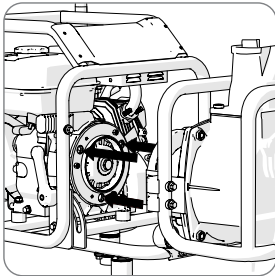
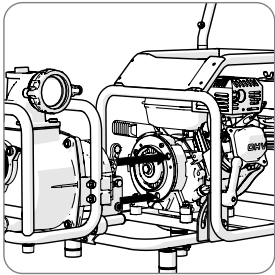
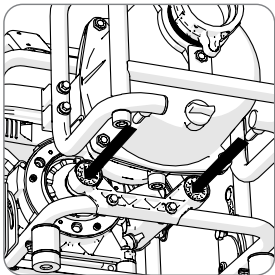

Fig 1a (vista izquierda de los 3 pasadores de posicionamiento)
Fig 1b (vista derecha de los 3 pasadores de posicionamiento)
Fig 1c (vista de los dos pasadores de estabilización traseros)
- Agarre el accesorio por su bastidor externo y llévalo hasta el motor. Alinee visualmente los 3 pasadores de posicionamiento (**Fig.1a & Fig.1b**) y los 2 pasadores de estabilización traseros (**Fig.1c**). Consiga ayuda profesional, si procede.